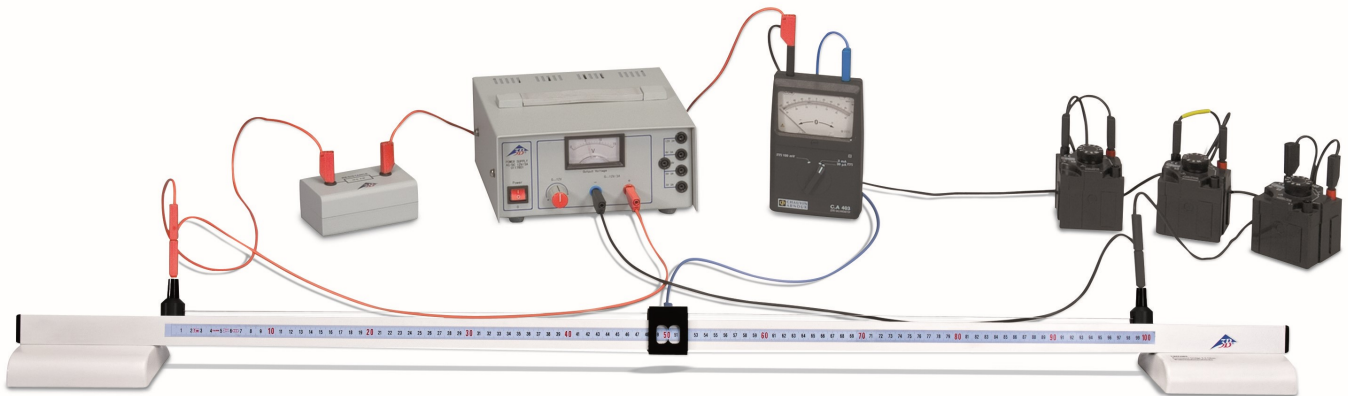

Fig. 1: Disposizione per la misurazione.
- Preparare l'esperimento come mostrato in Fig. 1. A tale scopo unire la presa di collegamento destra nera del ponte di resistenze con il polo negativo dell'alimentatore e, tramite le resistenze collegate in serie, con la presa "COM" del galvanometro zero. Unire la presa di collegamento sinistra rossa del ponte di resistenze con il polo positivo dell'alimentatore e, tramite la resistenza di precisione 100 Ω e 1 k Ω , con la presa "COM" del galvanometro zero. Collegare la seconda presa del galvanometro zero al contatto strisciante del ponte di resistenze. Non accendere ancora l'alimentatore.